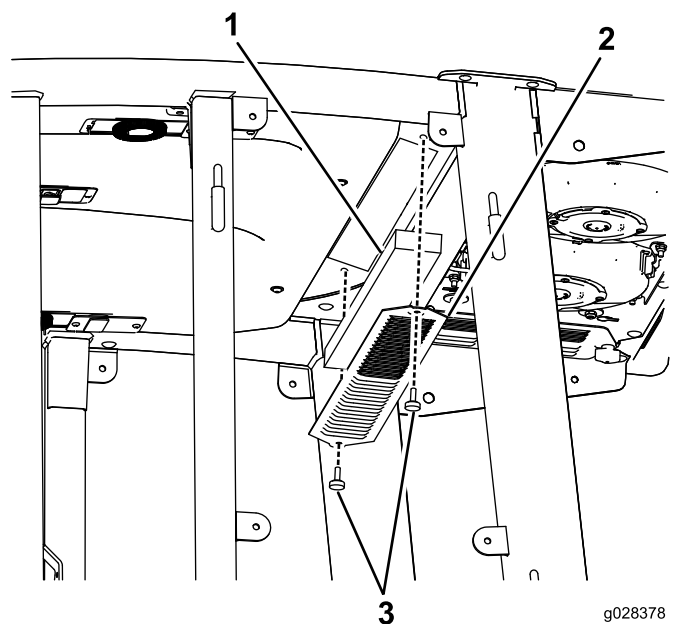

Figure 69
1. Retirez les vis et les grilles des filtres à air intérieur et arrière de la cabine (Figure 69).